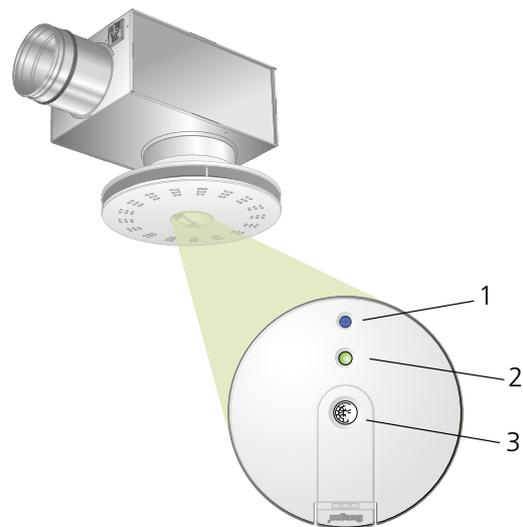

Abbildung 1. ADAPT Extract Sensormodul mit anschluss für TUNE Adapt.
- Der Luftauslass kontrolliert mit einer aktiven Klappe im Anschlusskasten den Luftvolumenstrom, siehe Abb. 1.
- Im Luftauslass befindet sich ein Regler mit allen Sollwerten und Steuerungsfunktionen sowie ein multifunktionales Sensormodul, siehe Abbildung 1.